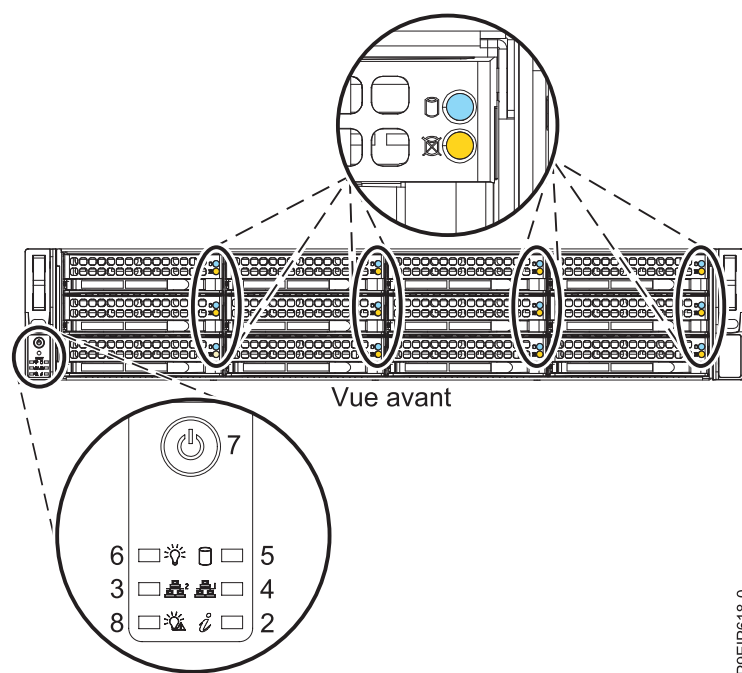

Figure 66. Interrupteur d'alimentation du système 5104-22C, 9006-22C ou 9006-22P
2. Appuyez sur le bouton d'alimentation (7) illustré dans la figure 66, à la page 103. Il sera éventuellement nécessaire d'appuyer sur l'interrupteur pendant une durée comprise entre 0,5 et 3 secondes.